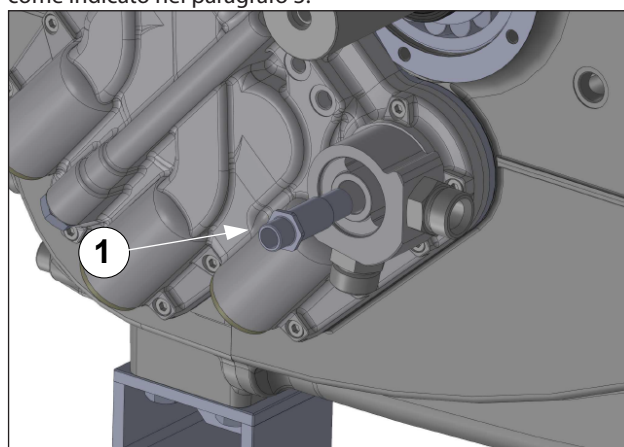

Fig. 130
Avvitare le due curve di raccordo ai tubi scambiatore (pos. ①, Fig. 130) e serrarle con chiave dinamometrica come indicato nel paragrafo 3.